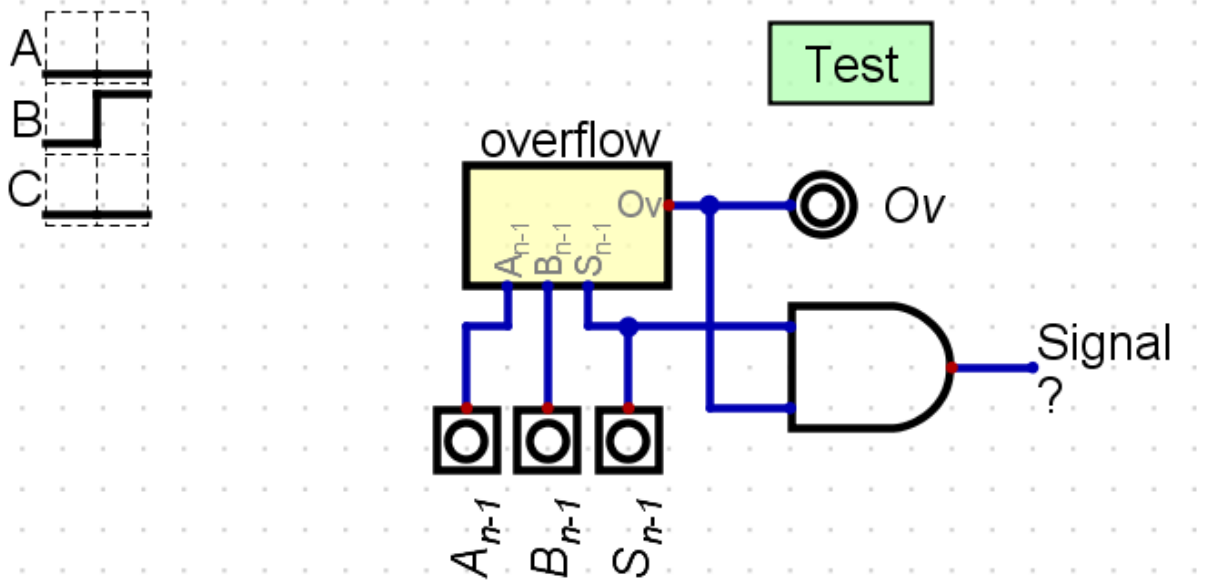

Figura 11. Conexión de sondas en circuitos
- En ocasiones resulta útil visualizar en los cronogramas no sólo las entradas y salidas de un circuito, sino además puntos intermedios dentro de un circuito o de uno de sus componentes. El simulador proporciona el componente **Sonda** que se encuentra en **Componentes > Entrada-Salida**. Guarda el circuito **new-overflow** como **sonda-overflow** y sobre este nuevo circuito conecta una puerta AND y una sonda a su salida, tal como se muestra en la figura 11. Se puede cambiar su nombre configurándola y cambiando su valor de etiqueta. Observa el efecto arrancando la simulación y modificando los valores de las entradas.